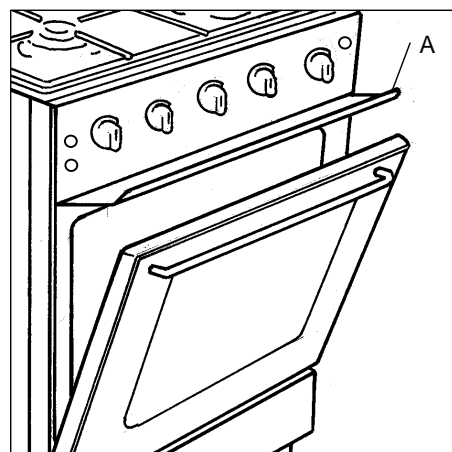

fig. 2
**Les parties accessibles de la cuisinière peuvent être chaudes lors de l'utilisation du gril. Eloignez les jeunes enfants. L'utilisation du gril se fait avec la porte entreouverte avec le déflecteur « A » mis en place (fig. 2). Évitez le contact avec les éléments chauffants se trouvant dans le four.**
- **Installez le déflecteur (fig. 2).**